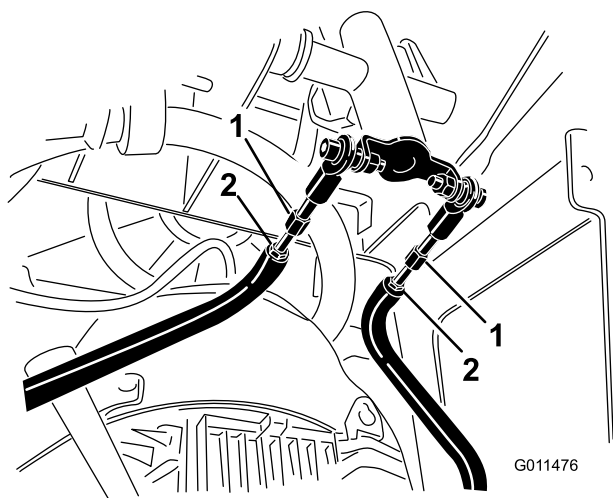

Figure 54
- D. Desserrez les écrous de blocage sur les tiges de déplacement, sous le panneau de commande (Figure 54).